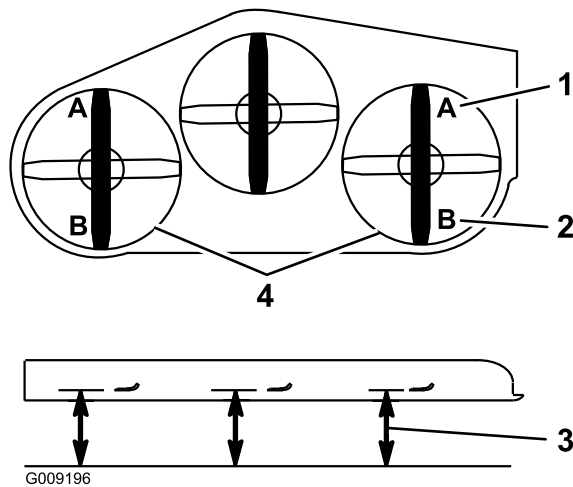

Figure 86
9. De chaque côté du tablier de coupe, mesurez la distance entre la surface plane et la pointe avant de la lame (position A), comme montré à la Figure 86.
16. De chaque côté du tablier de coupe, mesurez la distance entre la surface plane et la pointe arrière de la lame (position B), comme montré à la Figure 86.